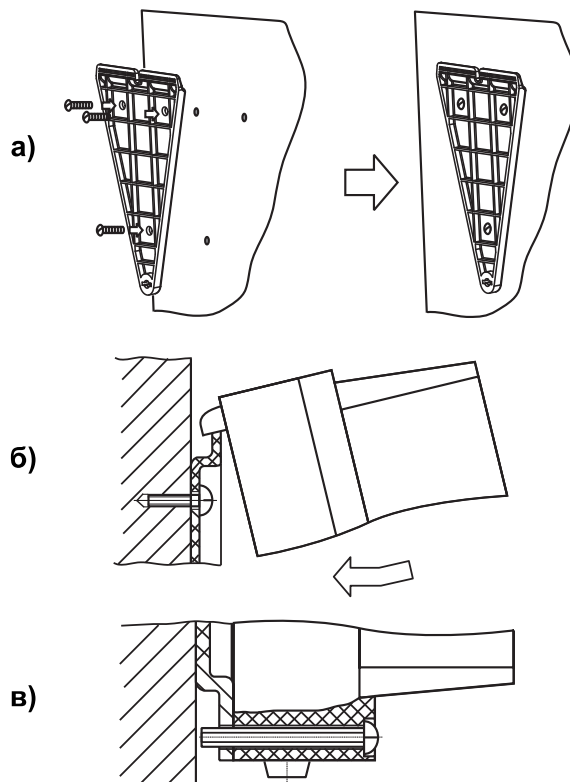
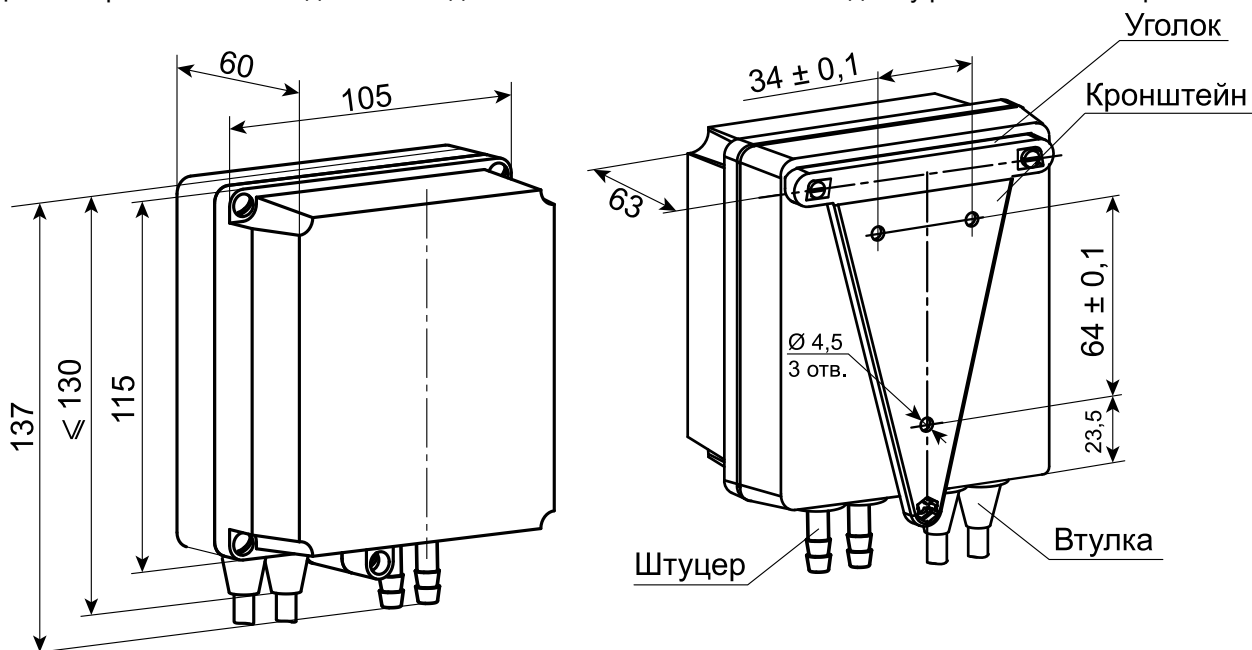

Рисунок 4.2 – Монтаж преобразователя настенного крепления
Рисунок 4.3 – Габаритные и установочные размеры преобразователя настенного крепления
1. Закрепить кронштейн тремя винтами М4 × 20 на подготовленной поверхности, см. рисунок 4.3 и рисунок 4.2, а.
3. Прикрепить преобразователь к кронштейну винтом М4 × 35 из комплекта поставки (рисунок 4.2, в).